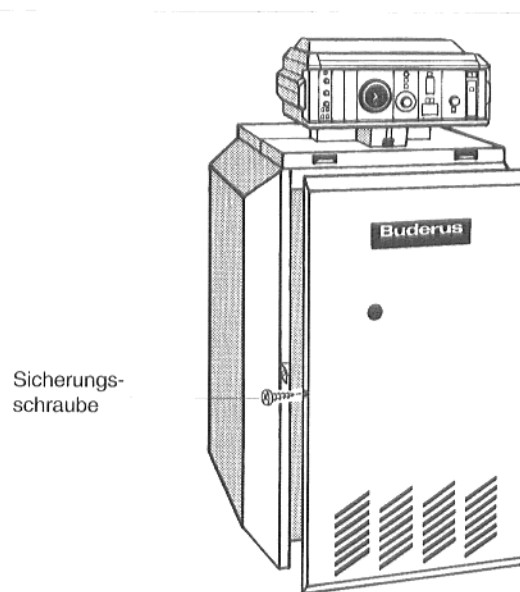

Abb. 30: Kesselvorderwand montieren
- Sicherungsschrauben links und rechts in die Seitenwände eindrehen (Abb. 30).